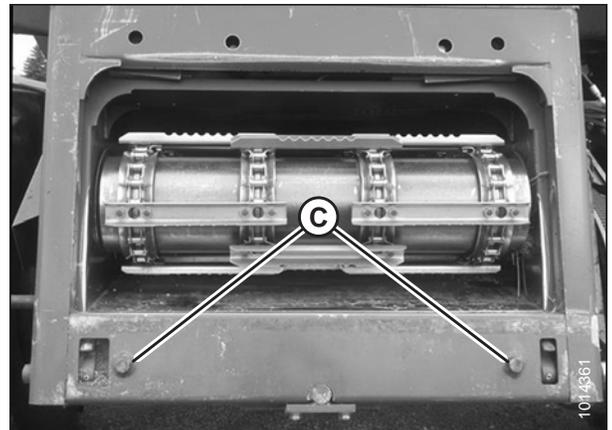

Figure 5.11: Goupilles d'alignement AGCO Group
2. Démarrez le moteur et rapprochez lentement la plateforme jusqu'à ce que le convoyeur soit directement sous la traverse supérieure (A) du module de flottement et que les goupilles d'alignement (C) (voir la figure 5.11, page 67) du convoyeur soient alignées avec les trous (B) du châssis du module de flottement.